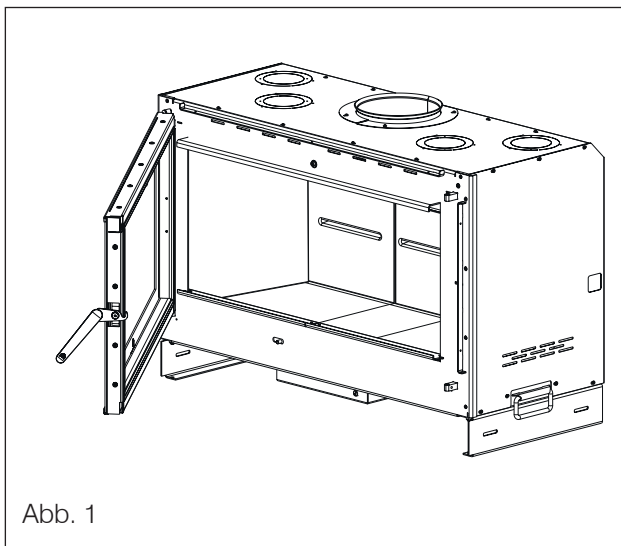

Abb. 1
- Die Feuerraumtür öffnen (Abb. 1).